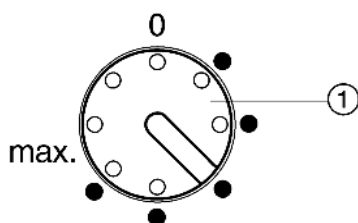

Fig. 2
► Gire a la derecha el regulador de temperatura *Fig. 2 (1)* con una moneda.
- Gire el regulador de temperatura *Fig. 2 (1)* hasta el 3er punto.